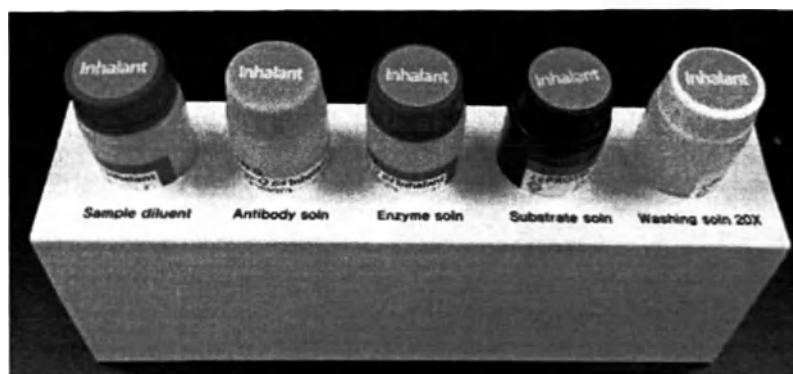

Рисунок 12
8.4 Анализатор пригоден для работы с панелями «PROTIA Allergy-Q Атопическая панель», «PROTIA Allergy-Q 64 Респираторная панель», «PROTIA Allergy-Q 64 Пищевая панель», «PROTIA Allergy-Q 96М панель» (ПУ № РЗН 2021/14464 от 28.05.2021) (Рисунок 12).